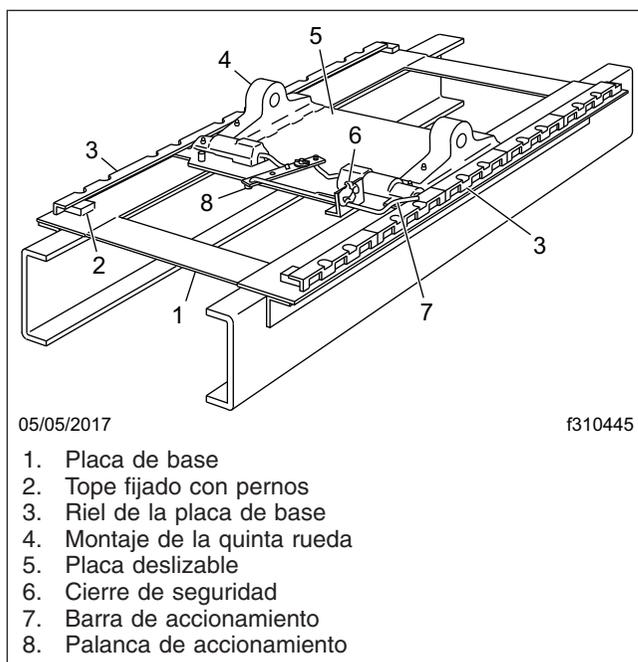

Figura 17.13, Liberación manual de la quinta rueda deslizante Holland Simplex
- 2.2 **Holland:** Jale la barra de accionamiento hacia afuera. Asegúrese que ambos pasadores laterales de la placa deslizable se hayan liberado. Vea la Figura 17.13.